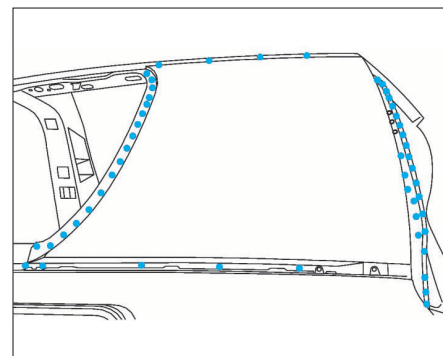

FIG. 170
- Souder par points électriques (Fig.170).